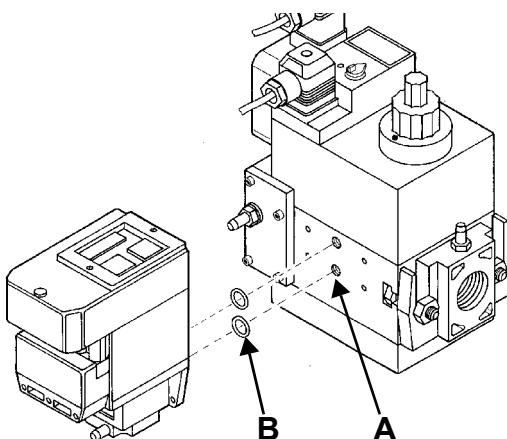
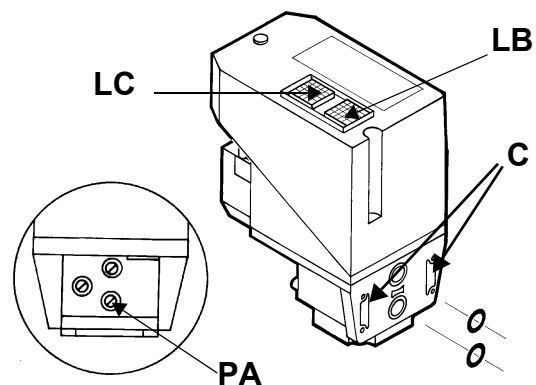

Fig. 8
Fig. 9
- 3 quitar los tornillos de cierre del grupo Multibloc (Fig. 8-A);
- 4 colocar los anillos de estanqueidad (10,5 x 2,25) en el VPS 504 (Fig. 9-B, Fig. 8-B);
- 5 apretar los 4 tornillos de control de estanqueidad (M4 x 16) Fig. 8-C.
Si se desea realizar un control, introducir un manómetro en la toma de presión **PA** en Fig. 9. Si el ciclo de prueba resulta positivo, después de algunos segundos se enciende la lámpara de consenso **LC** (amarilla). En caso contrario se enciende la lámpara **LB** de bloqueo (roja). Para reiniciar es necesario desbloquear el equipo presionando el pulsador luminoso **LB**.